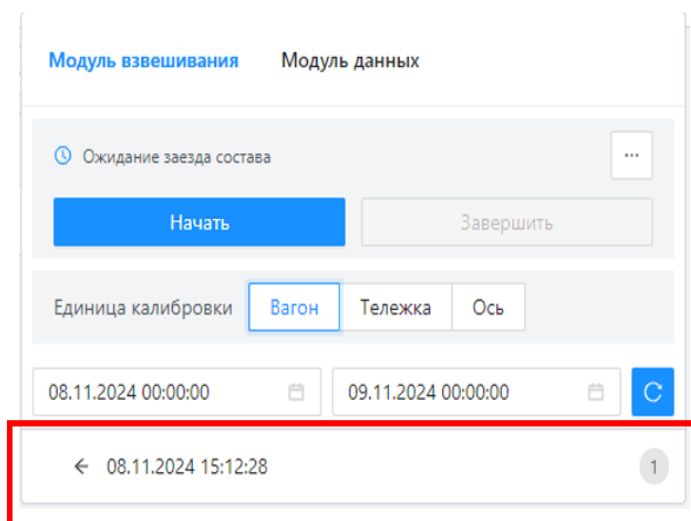

Рисунок 36 – Модуль взвешивания. Выбор калибровочного взвешивания
12. Далее выберите из списка калибровочное взвешивание (Рисунок 36).